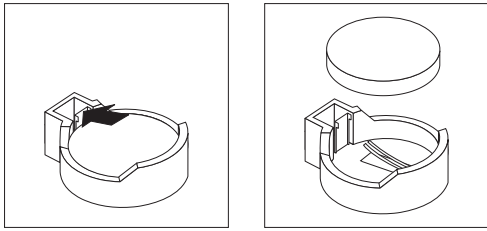

图 46. 取下电池
- a. 用一个手指按住电池夹顶部远离电池的位置，直到电池从电池座中向上弹起为止，如第 60 页的图 46 所示。